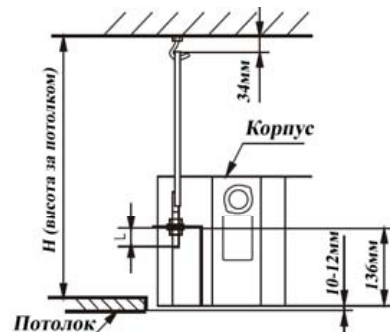

Рис.5
- Нижняя часть фанкойла должна быть утоплена в потолок на 10-12 мм (рис.5)